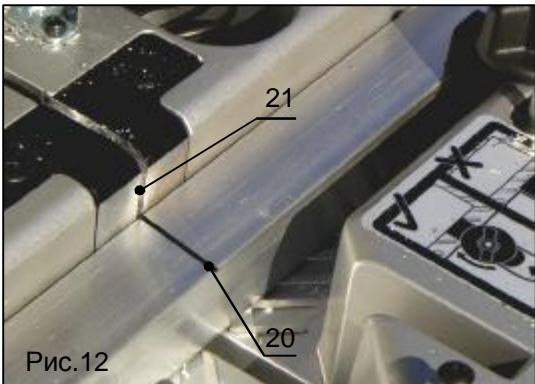

Рис.12
3. Маркером отметьте на заготовке предполагаемую линию распила (поз.20, рис.12) и совместите ее с линией пропила (поз.21, рис.12) в указательной пластиине «Первый рез».